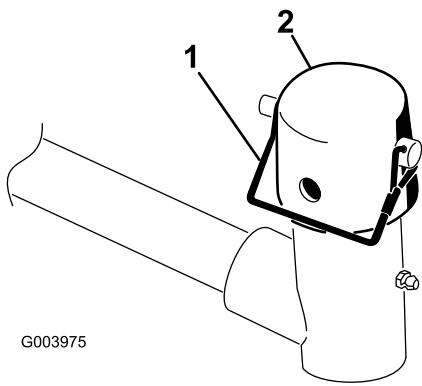

Рисунок 10
- Снимите стопорный штифт и крышки с вилки оси поворота подъемного рычага (Рисунок 10).
11. Прикрепите крышку и ось несущей рамы к вилке подъемного рычага с помощью стопорного штифта. Используйте паз, если желательно использовать режущий блок с поворотом, или используйте отверстие, если режущий блок должен быть зафиксирован в своем положении (Рисунок 10).